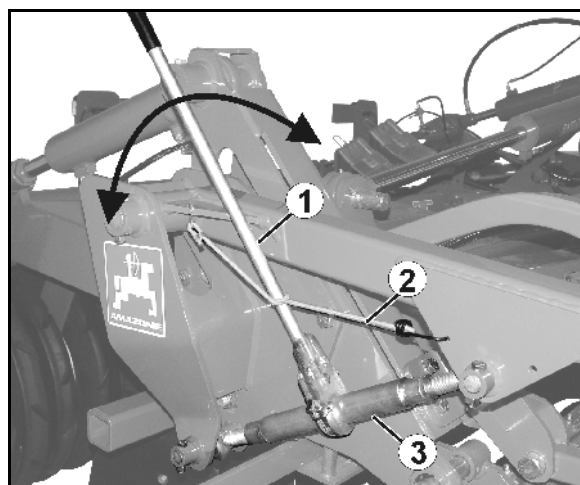

Fig. 39
1. Løsn håndgrebet (Fig. 39/1) fra spændebåndet (Fig. 39/2).
4. Forlæng/forkort spindlen (Fig. 39/3) ved hjælp af håndgrebet.